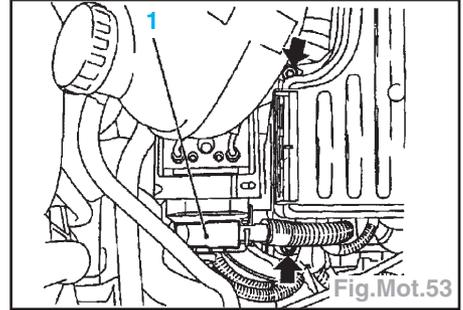

Fig.Mot.53
- Débrancher la fiche (1) de l'appareil de commande d'ABS et démonter la boîte à fusibles du compartiment-moteur (2 écrous) (Fig.Mot.53).